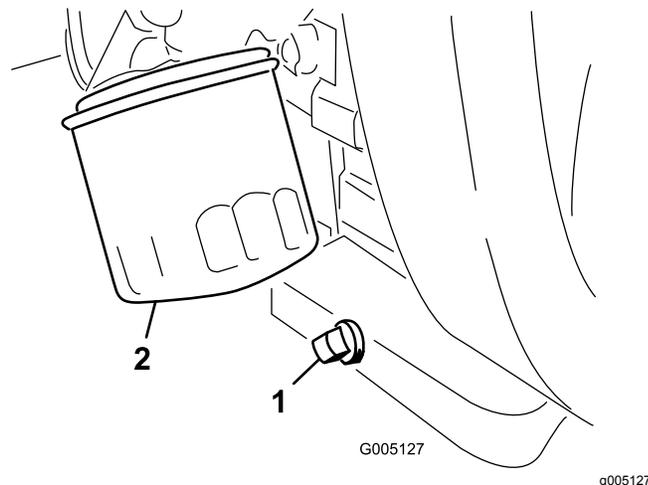

図 39
1. ドレンプラグ 図 39 を外してオイルを容器に受ける。
2. ドレンプラグのねじ山をきれいにして PTFE シーラントを巻き付ける 図 39。